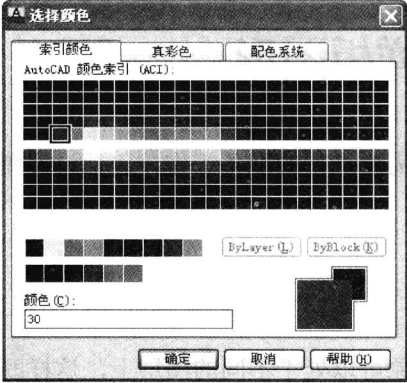

图 1-3 “选择颜色”对话框
4. 在显示边界线层颜色的区域单击，弹出如图 1-3 所示的“选择颜色”对话框，从中选择 30 号颜色，即橙色，单击“确定”按钮。